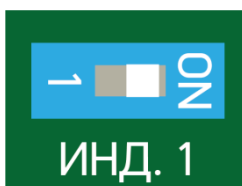

Рисунок 7.12
– снять крышку БОС. Включить сигнальный светодиод соответствующего канала установкой флажка выключателя (поз.3, рисунок 7.1) в правое положение (положение «ON») (рисунок 7.12);